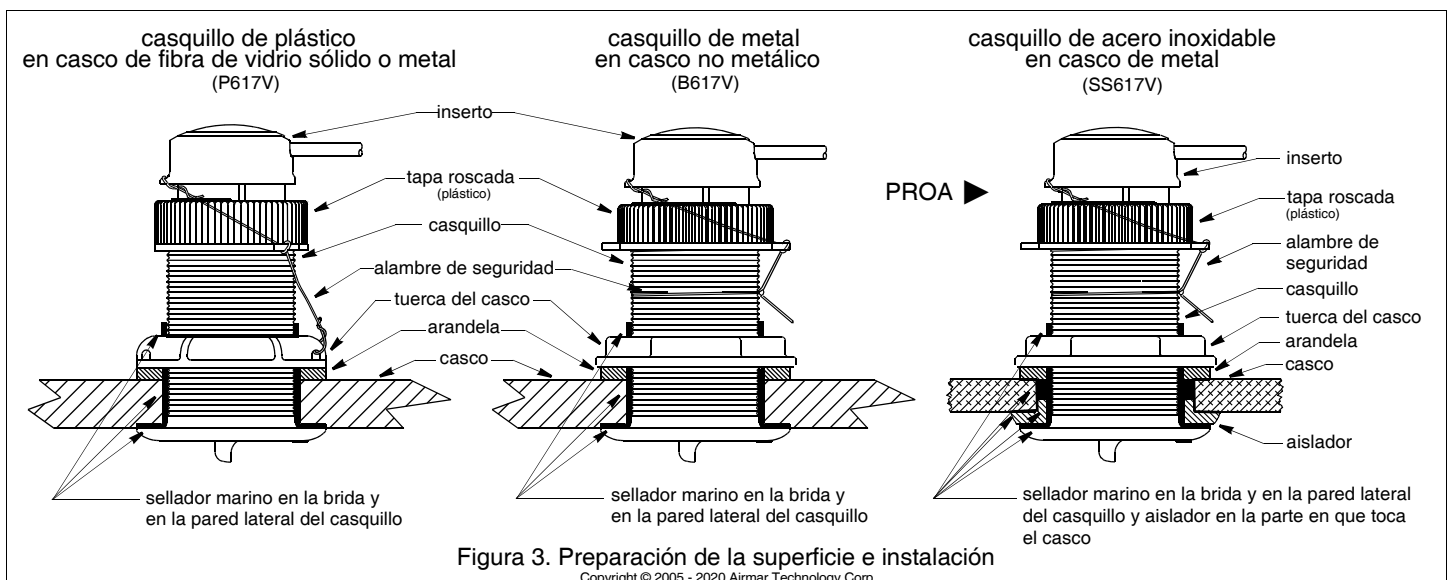

Figura 3. Preparación de la superficie e instalación
Aplique una capa de 2 mm (1/16") de sellador marino en torno a la brida del casquillo en contacto con el casco y a la pared del casquillo (Figura 3). *El sellador se debe extender 6 mm (1/4") por encima del espesor combinado de la barquilla, el casco, el taco de apoyo y la tuerca del casco.* De este modo habrá sellador en la rosca para sellar el casco y mantener bien la tuerca del casco.
1. Desde el exterior del casco, introduzca el casquillo en el orificio con un movimiento giratorio para que salga el exceso de sellador (Figura 3).
2. Extraiga el inserto del casquillo retirando el alambre de seguridad y desenroscando la tapa roscada (Figura 3). De este modo saldrá el inserto. Tire lentamente del inserto para extraerlo. Coloque el tapón obturador en el casquillo.